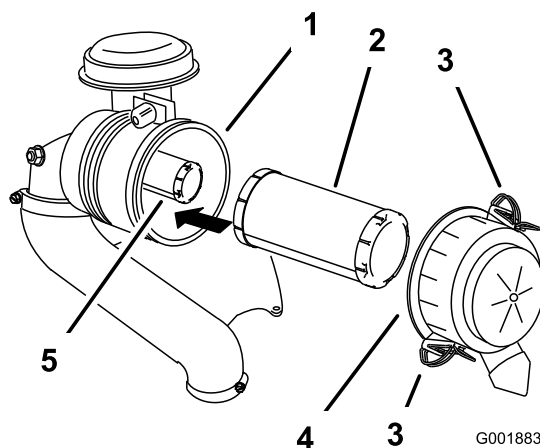

Figure 59
- Déverrouillez le filtre à air et détachez le couvercle du boîtier du filtre (Figure 59).
- Sortez le préfiltre du boîtier du filtre avec précaution (Figure 59).
2. Si vous remplacez l'élément interne, insérez-le avec précaution dans le boîtier du filtre (Figure 59).
3. Glissez le préfiltre sur l'élément de sécurité avec précaution (Figure 59).
4. Remettez en place et verrouillez le couvercle du filtre à air (Figure 59).